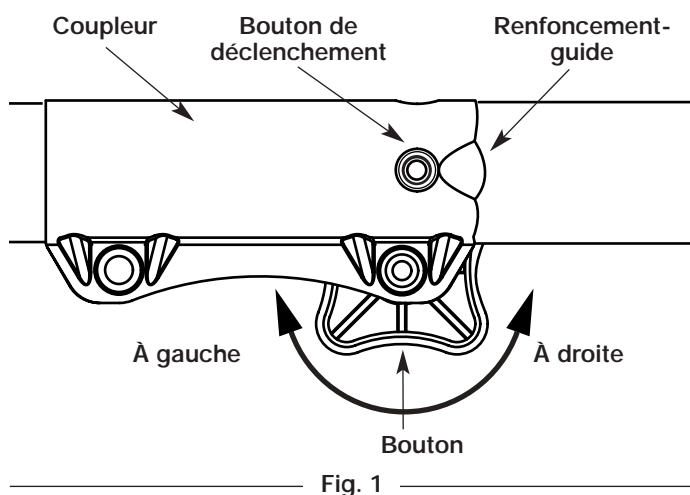

Fig. 1
1. Dévissez le bouton vers la gauche (Fig. 1).
2. Appuyez sur le bouton de déclenchement et maintenez-le enfoncé (Fig. 1).
2. Dévissez le bouton vers la gauche (Fig. 1).
REMARQUE : alignez le bouton de déclenchement avec le renforcement-guide pour faciliter l'installation (Fig. 1).